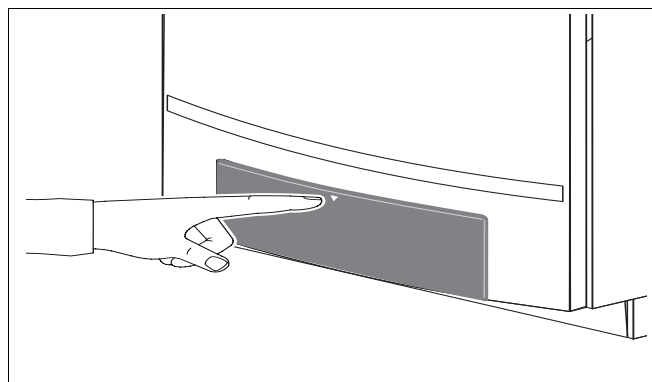

Fig. 33 Bedieningspaneel openen
- Open de klep van het bedieningspaneel door deze kort in te drukken (→ fig. 33).